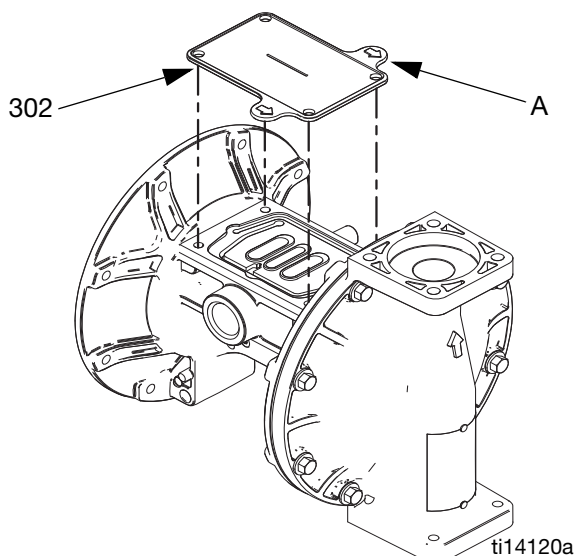

FIG. 9. Attrezzo per coperchio del fluido
- c. Ingrassare le guarnizioni a U dell'albero (106) la lunghezza e le parti finali dell'albero della membrana (104). Inserire l'albero nell'alloggiamento.
- f. Rimontare il primo coperchio del fluido (3). Vedere **Istruzioni per il serraggio**, pagina 19.
- a. Vedere FIG. 9. Collocare lo strumento fornito (302) dove normalmente va la guarnizione della valvola dell'aria (108). Le frecce (A) devono essere rivolte verso il coperchio del fluido già montato.